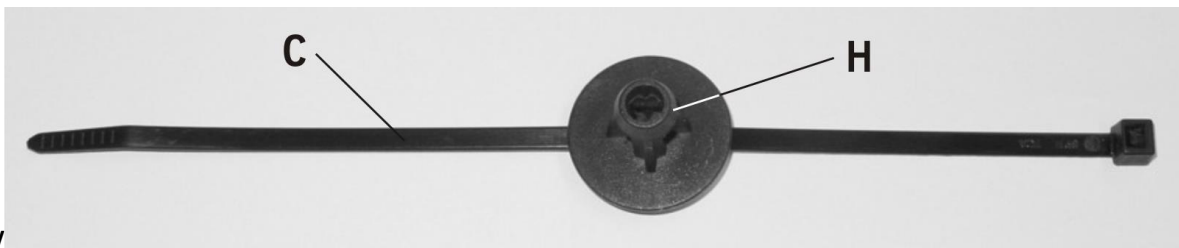

Bild 1/
Original ABS- Halteclips entfernen und ABS-Kabel mit den im BILSTEIN Lieferumfang enthaltenen Kabelhaltern (Bild 1) spannungsfrei verlegen. Dazu die Hülse (H) am Kabelhalter © auf den Schweissstift (P) einrasten lassen. Die Kabelhalter sind zerstörungsfrei, durch eine Drehbewegung, wieder abnehmbar.